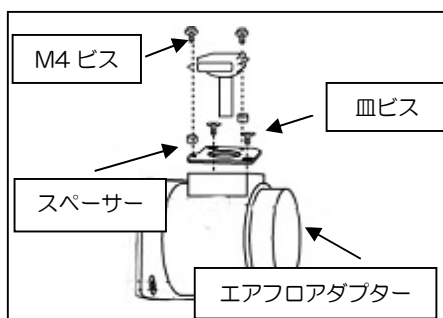

図 4
- ①図 4 を参考にエアフロアダプターにエアフロプレート、エアフロセンサーを組み立てます。